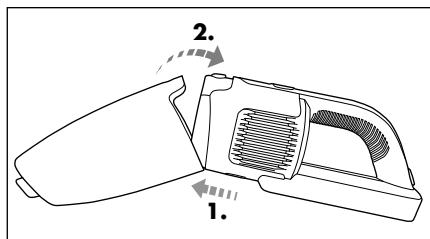

Fig. 6
- 6) Insira novamente o depósito de resíduos **9** na unidade portátil **3**, começando por introduzir o dispositivo de fixação inferior da unidade portátil **3** no entalhe existente no depósito de resíduos **9**. Em seguida, deslize a parte superior do depósito de resíduos **9** sobre a unidade portátil **3**, até o depósito de resíduos **9** encaixar de forma audível e ficar bem fixo na unidade portátil **3** (fig. 6).